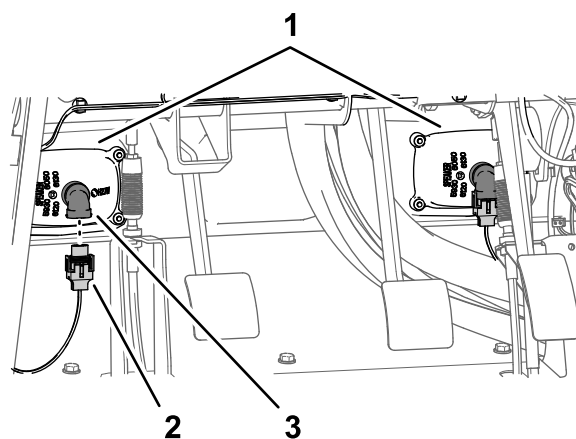

Figura 14
1. Desconecte los 2 conectores hembra de 2 vías del arnés de cables de la máquina de los conectores de 2 pines de los faros derecho e izquierdo (Figura 14).